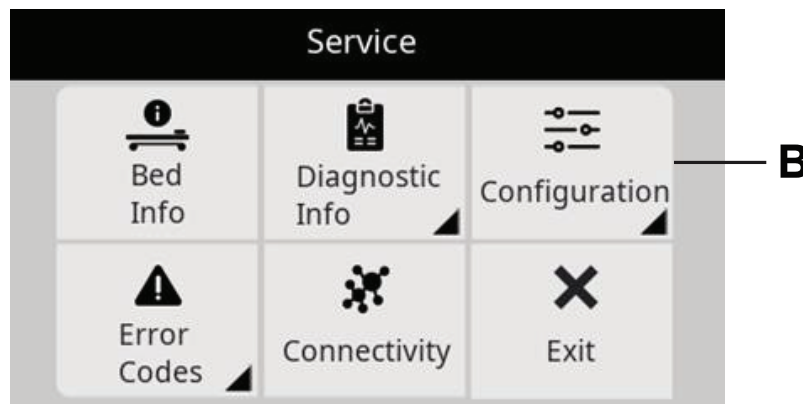

Figura 5 – Menú del servicio técnico de ProCuity
3. Introduzca el menú de servicio técnico y seleccione **Configuración (B)** (Figura 5).